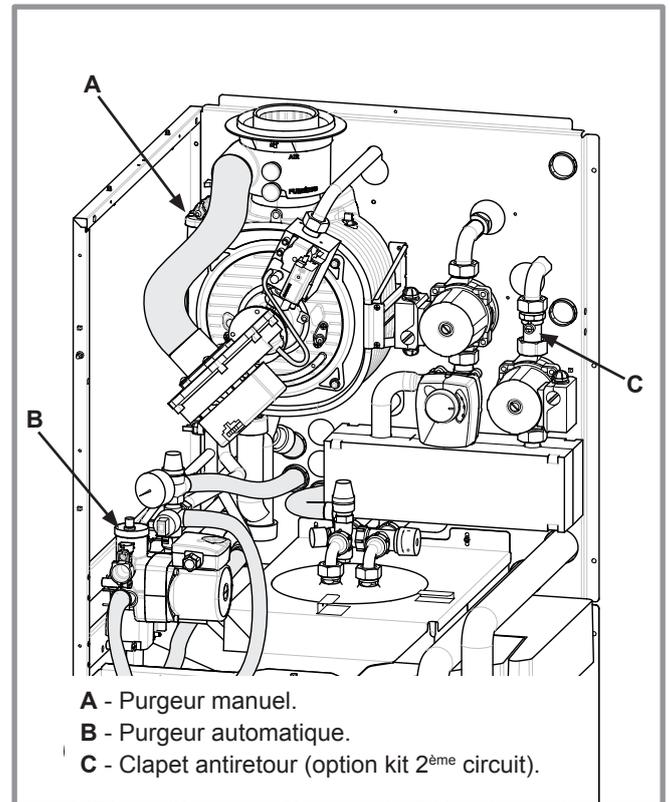

Figure 32 - Purgeurs et clapet antiretour
- **9** - Fermer les vannes d'isolement départ et retour de la chaudière et ouvrir le purgeur automatique (rep. **B**, Figure 32).
(purgeur manuel, rep. **A**, Figure 32).
(purgeur automatique, rep. **B**, Figure 32).